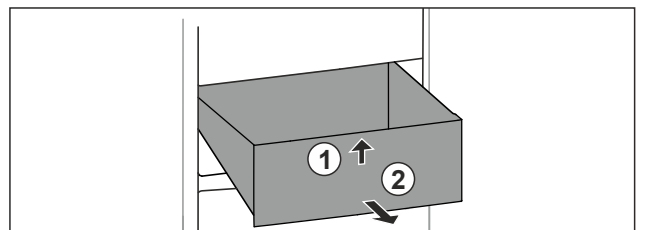

Fig. 86
- ▶ Lade aan de voorkant optillen. *Fig. 86 (1)*
- ▶ Lade naar voren toe verwijderen. *Fig. 86 (2)*